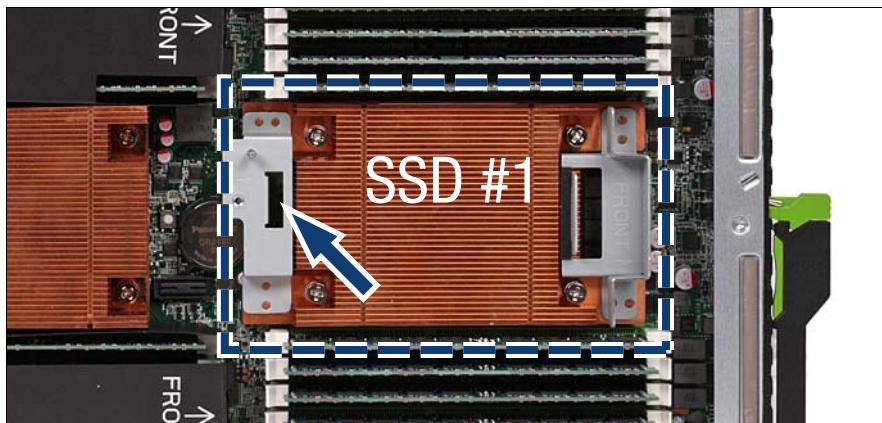

図 23: CPU 2 のヒートシンク上の HDD/SSD 1 のコネクタ
- ▶ 取り付けキットを取り付けプラットフォーム（2）にある HDD/SSD 1 のコネクタ（図 23 の矢印を参照）に差し込みます。
- ▶ 取り付けキットをつまみネジで固定します (3)。トルク : 0.2 Nm (日本市場には適用されません)